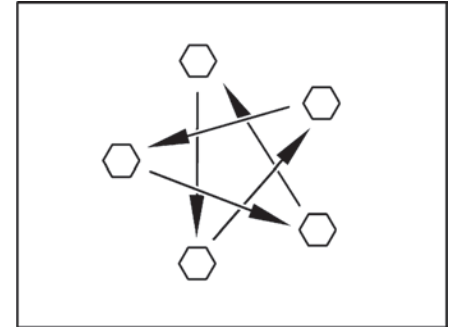

Bild 115 Radmuttern oder Radschrauben über Kreuz anziehen
- Radmuttern oder Radschrauben regelmäßig auf festen Sitz prüfen. Radmuttern oder Radschrauben eines ausgewechselten Rades nach 50 km über Kreuz nachziehen (Bild 115).
- ▶ Radmuttern oder Radschrauben über Kreuz anziehen (Bild 115).